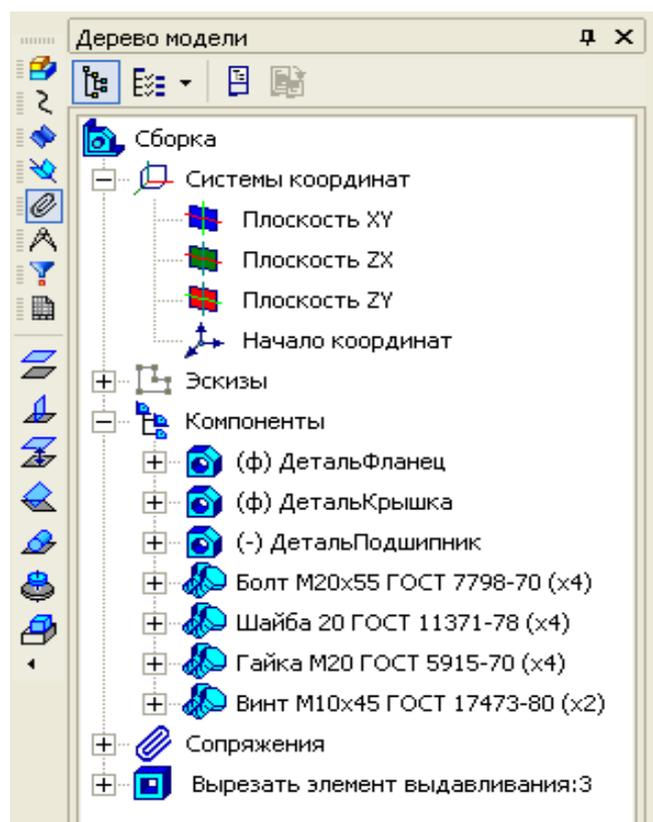

Рис. 3.75. Дерево модели: вставка в Сборку стандартных изделий
2.6.2. В окне сборки указать точку вставки изделия. При вставке болта указать цилиндрическую часть отверстия, а затем плоскую грань, на которую должна опереться головка болта. При добавлении в сборку стандартного изделия в Дереве модели появится соответствующий ему пункт (рис. 3.75).
2.6.4. В Дереве модели появятся пункты всех установленных крепежных изделий и установленные между ними связи (см. рис. 3.75).